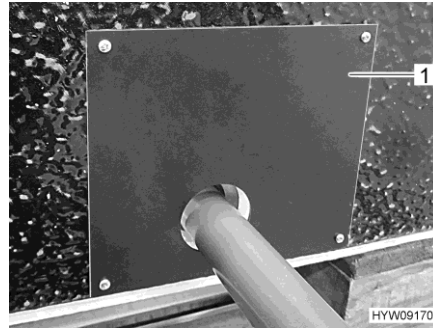

Fig. 163 Cubierta (bandeja del depósito de aguas residuales)
- Quitar la cubierta (Fig. 163,1) en la bandeja del depósito de aguas residuales.
- Instalar la cubierta (Fig. 163,1).